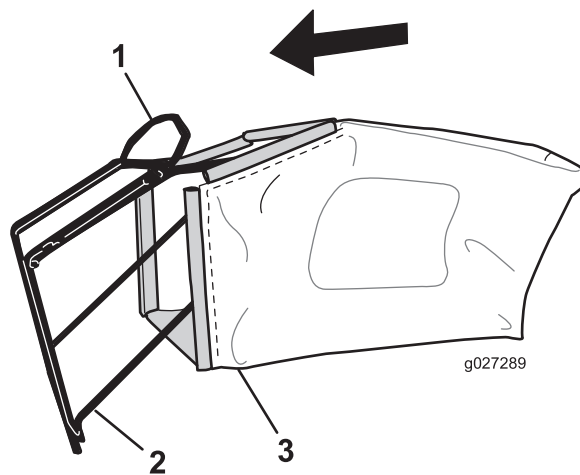

Bild 9
Hinweis: Schieben Sie den Grasfangkorb nicht über den Bügel (Bild 9).
1. Schieben Sie den Fangkorb auf den Rahmen, wie in Bild 9 abgebildet.